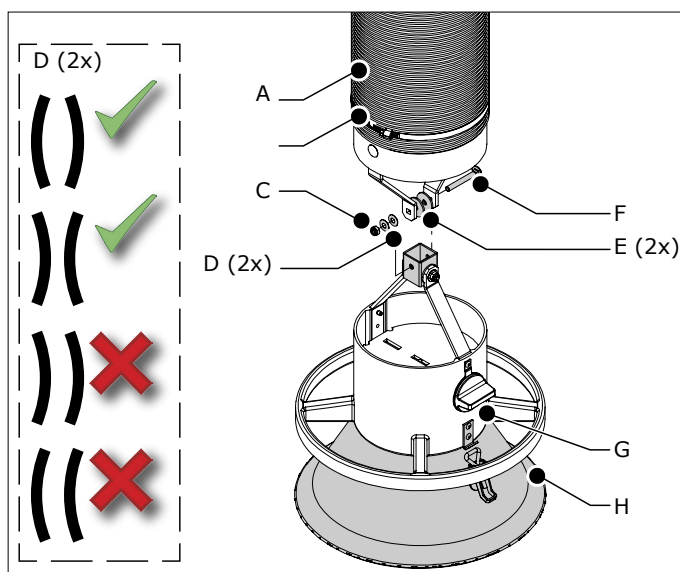

Fig. 4.4 Montaje de la campana (brazo de tubo metálico)
*Brazo de tubo metálico (KUA) véase Fig. 4.4*
- Monte la campana de aspiración (G) con el perno (F), 2 arandelas (E), 2 arandelas elásticas (D) y una tuerca de seguridad (C).
- Monte el cuello de la campana (H) en la campana (G). Fíjelo con la pinza.
- Monte el tubo manguera (A) en la campana.
- Fije el tubo manguera con una abrazadera de manguera (B).